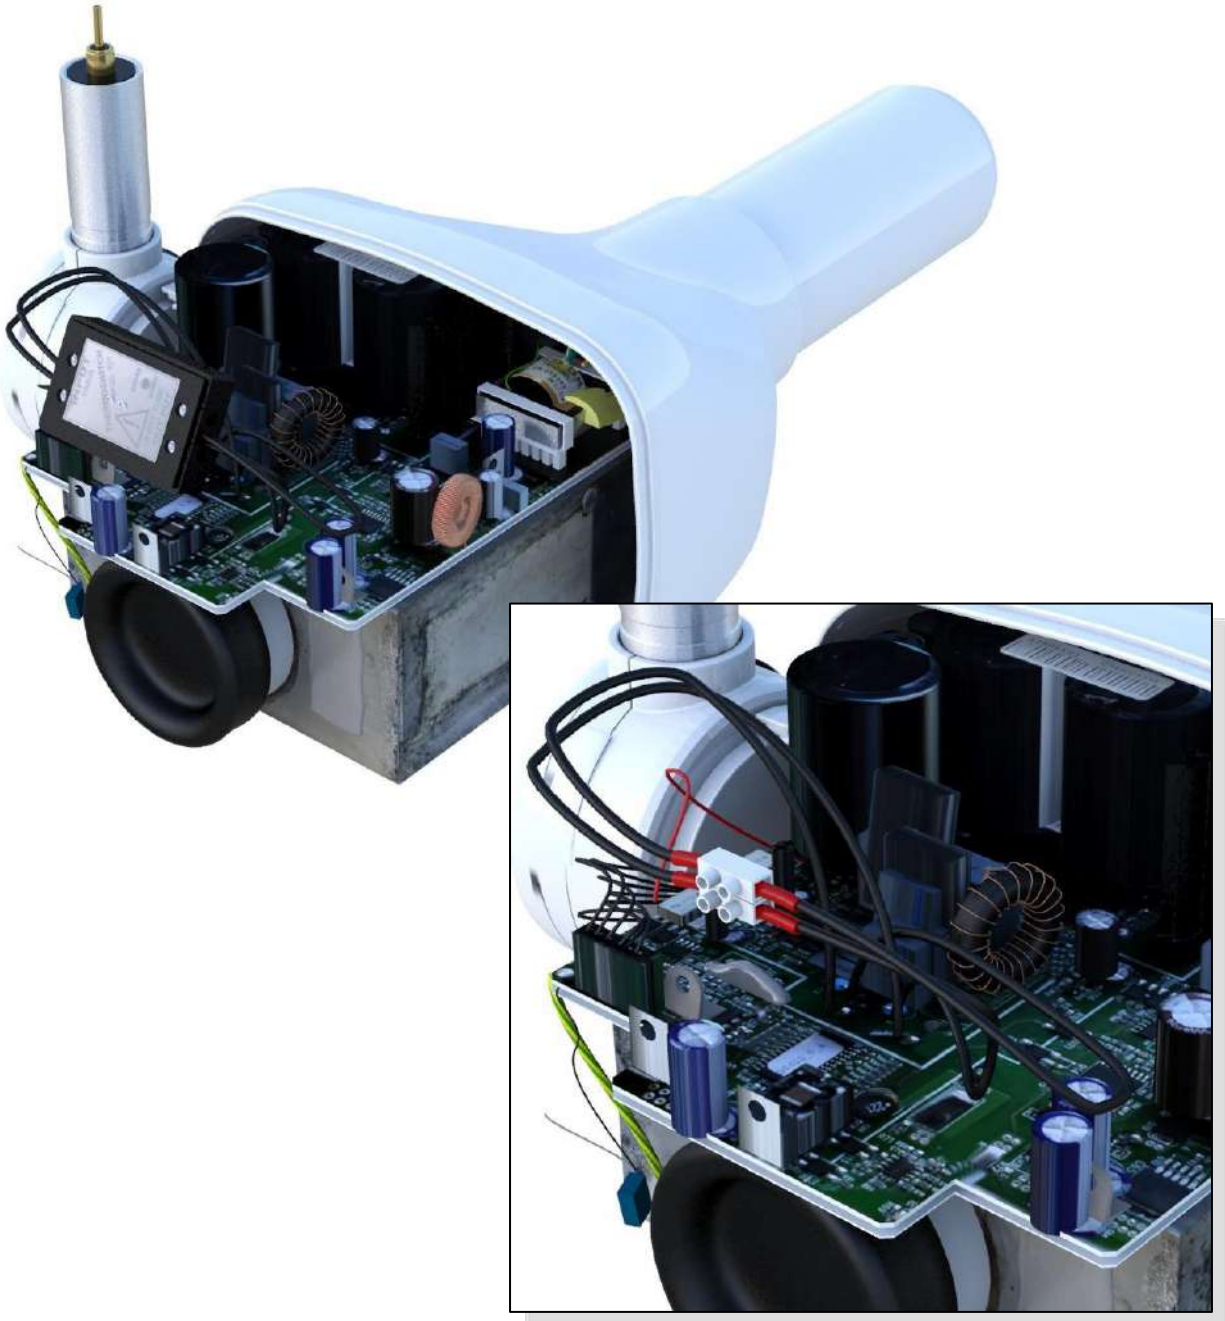

Fig. 19
**THERMOSWITCH**; dacă acest test este negativ, trebuie să îl ocoliți așa cum se arată în Fig. 19